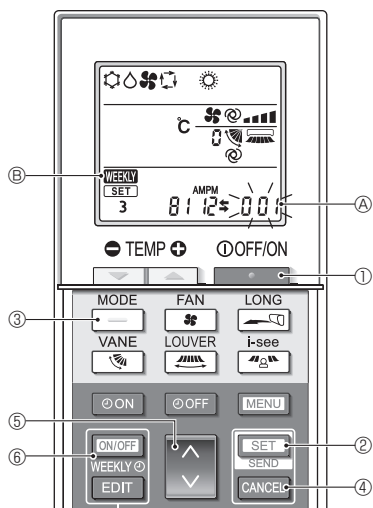

Fig. 4-12
4.12.8. Cómo desactivar el funcionamiento en modo Auto (Fig. 4-12)
1. Pulse el botón **STOP** (1) para detener el acondicionador de aire.
- Si el temporizador semanal está activado, pulse el botón **ON/OFF WEEKLY** (6) para desactivarlo. (**WEEKLY** (6) desaparece).
2. Pulse el botón **SET** (2) durante 5 segundos.
- El equipo entra en el modo de ajuste de funciones. (El número de ajuste del modelo de grupo (A) parpadea).
3. Pulse el botón **DOWN** (4).
4. Completar los ajustes (Fig. 4-12)